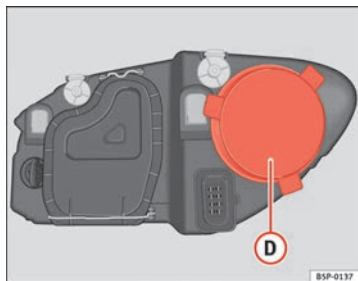

Abb. 170 Standlicht
- Den Deckel ⇒ Abb. 170 **D** abziehen.